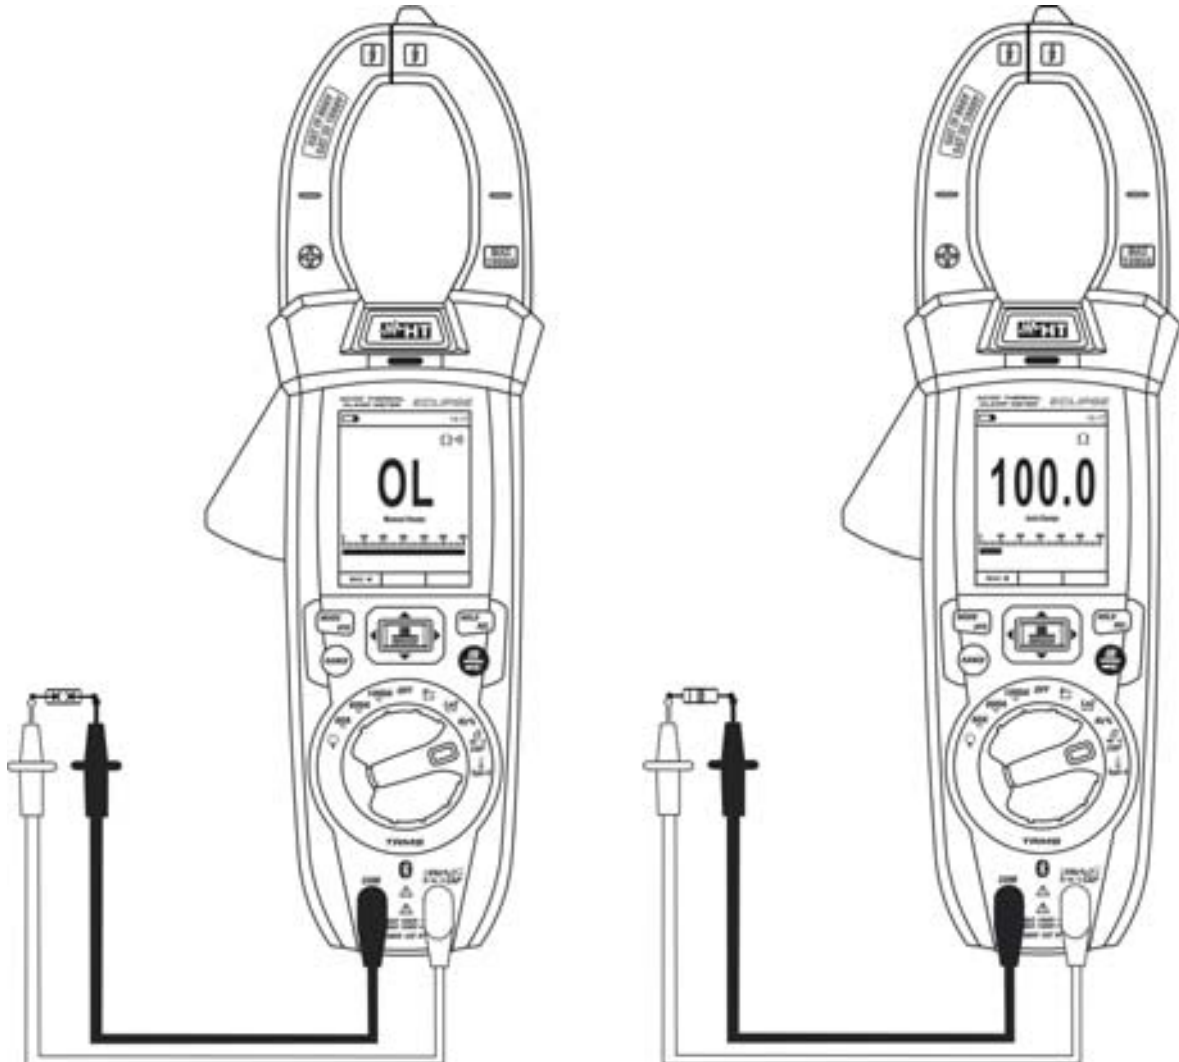

Fig. 27: Uso dello strumento per misura di Resistenza e Test Continuità
3. Posizionare i puntali nei punti desiderati del circuito in esame (vedere Fig. 27). Il valore della resistenza è visualizzato a display
5. Premere il tasto **MODE/VFD** per selezionare la misura "•••••" relativa al test continuità e posizionare i puntali nei punti desiderati del circuito in esame (vedere Fig. 27 – parte sinistra)